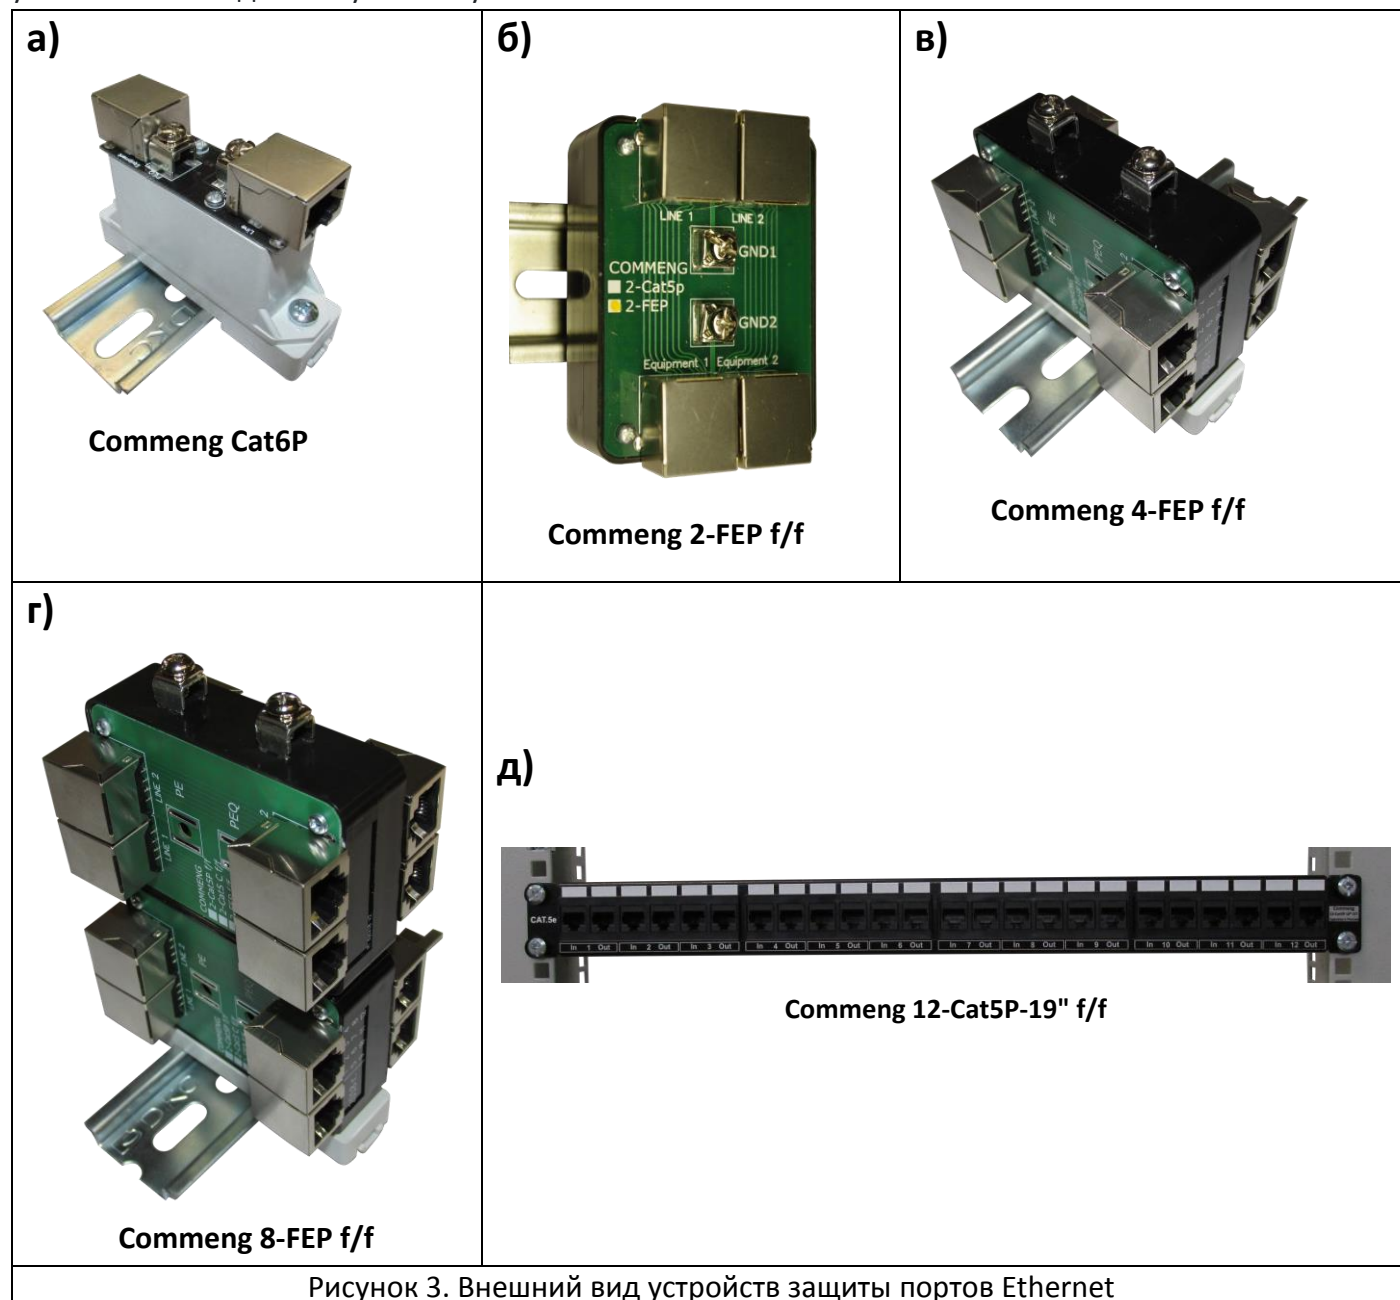

Рисунок 3. Внешний вид устройств защиты портов Ethernet
- а) Устройство защиты **Commeng Cat6P** (см. рис. 3а) - для защиты одного порта.
- б) Устройство защиты **Commeng 2-FEP f/f** (см. рис. 3б) - для защиты двух портов.
- в) Устройство защиты **Commeng 4-FEP f/f** (см. рис. 3в) - для защиты четырёх портов.
- г) Устройство защиты **Commeng 8-FEP f/f** (см. рис. 3г) - для защиты восьми портов.
- д) Панель защиты **Commeng 12-Ca5P-19" f/f** (см. рис. 3д)- для защиты двенадцати портов с установкой в 19-дюймовую стойку.